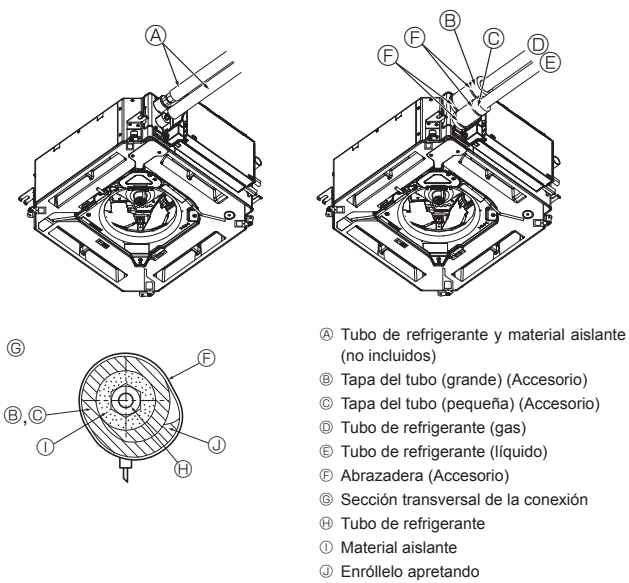

Fig. 5-8
5.5. Conexión de los tubos (Fig. 5-8)